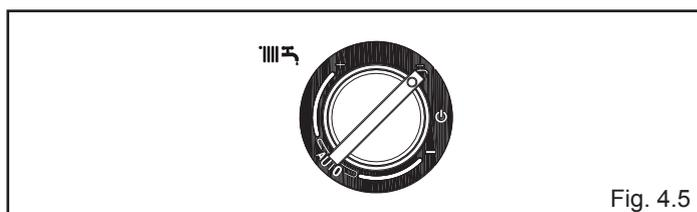

Fig. 4.5
**Estate:** ruotando il selettore sul simbolo estate  (fig. 4.5) si attiva la funzione tradizionale di **solo acqua calda sanitaria**.